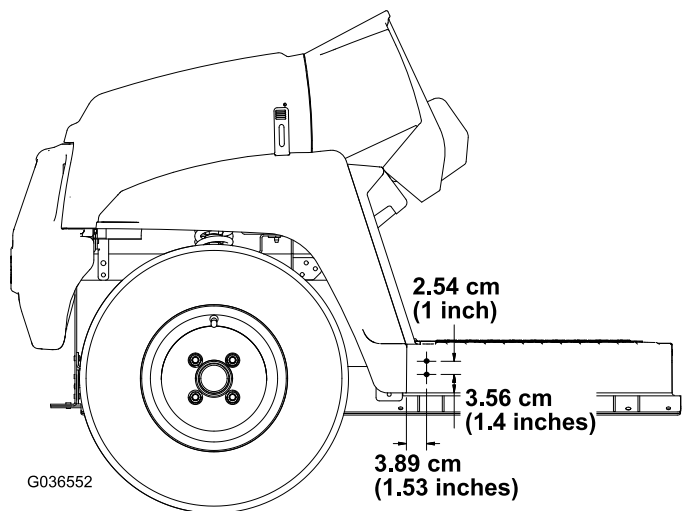

图3
2. 使用图3中所示的尺寸，在机器左右侧的底板外侧钻 2 个孔 (5/16 英寸)。